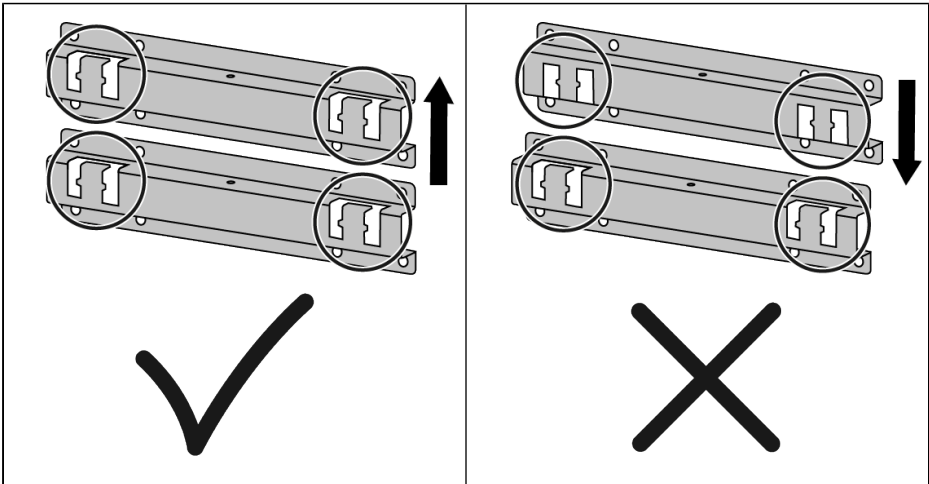
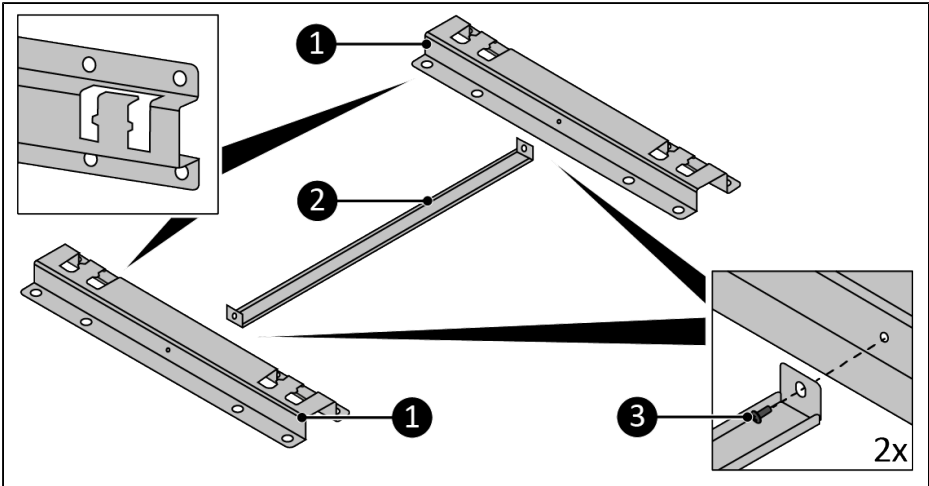

Abbildung 50.
Abbildung 51.
Achten Sie darauf, dass die Öffnungen der Halterungen nach oben zeigen, siehe Abbildung 50 und Abbildung 51 als Referenz.
1. Montieren Sie den Abstandshalter (Abbildung 51, Pos. 2) an die Halterungen (Abbildung 51, Pos. 1) mit den 2 M4 12 mm Schrauben (Abbildung 51, Pos. 3).